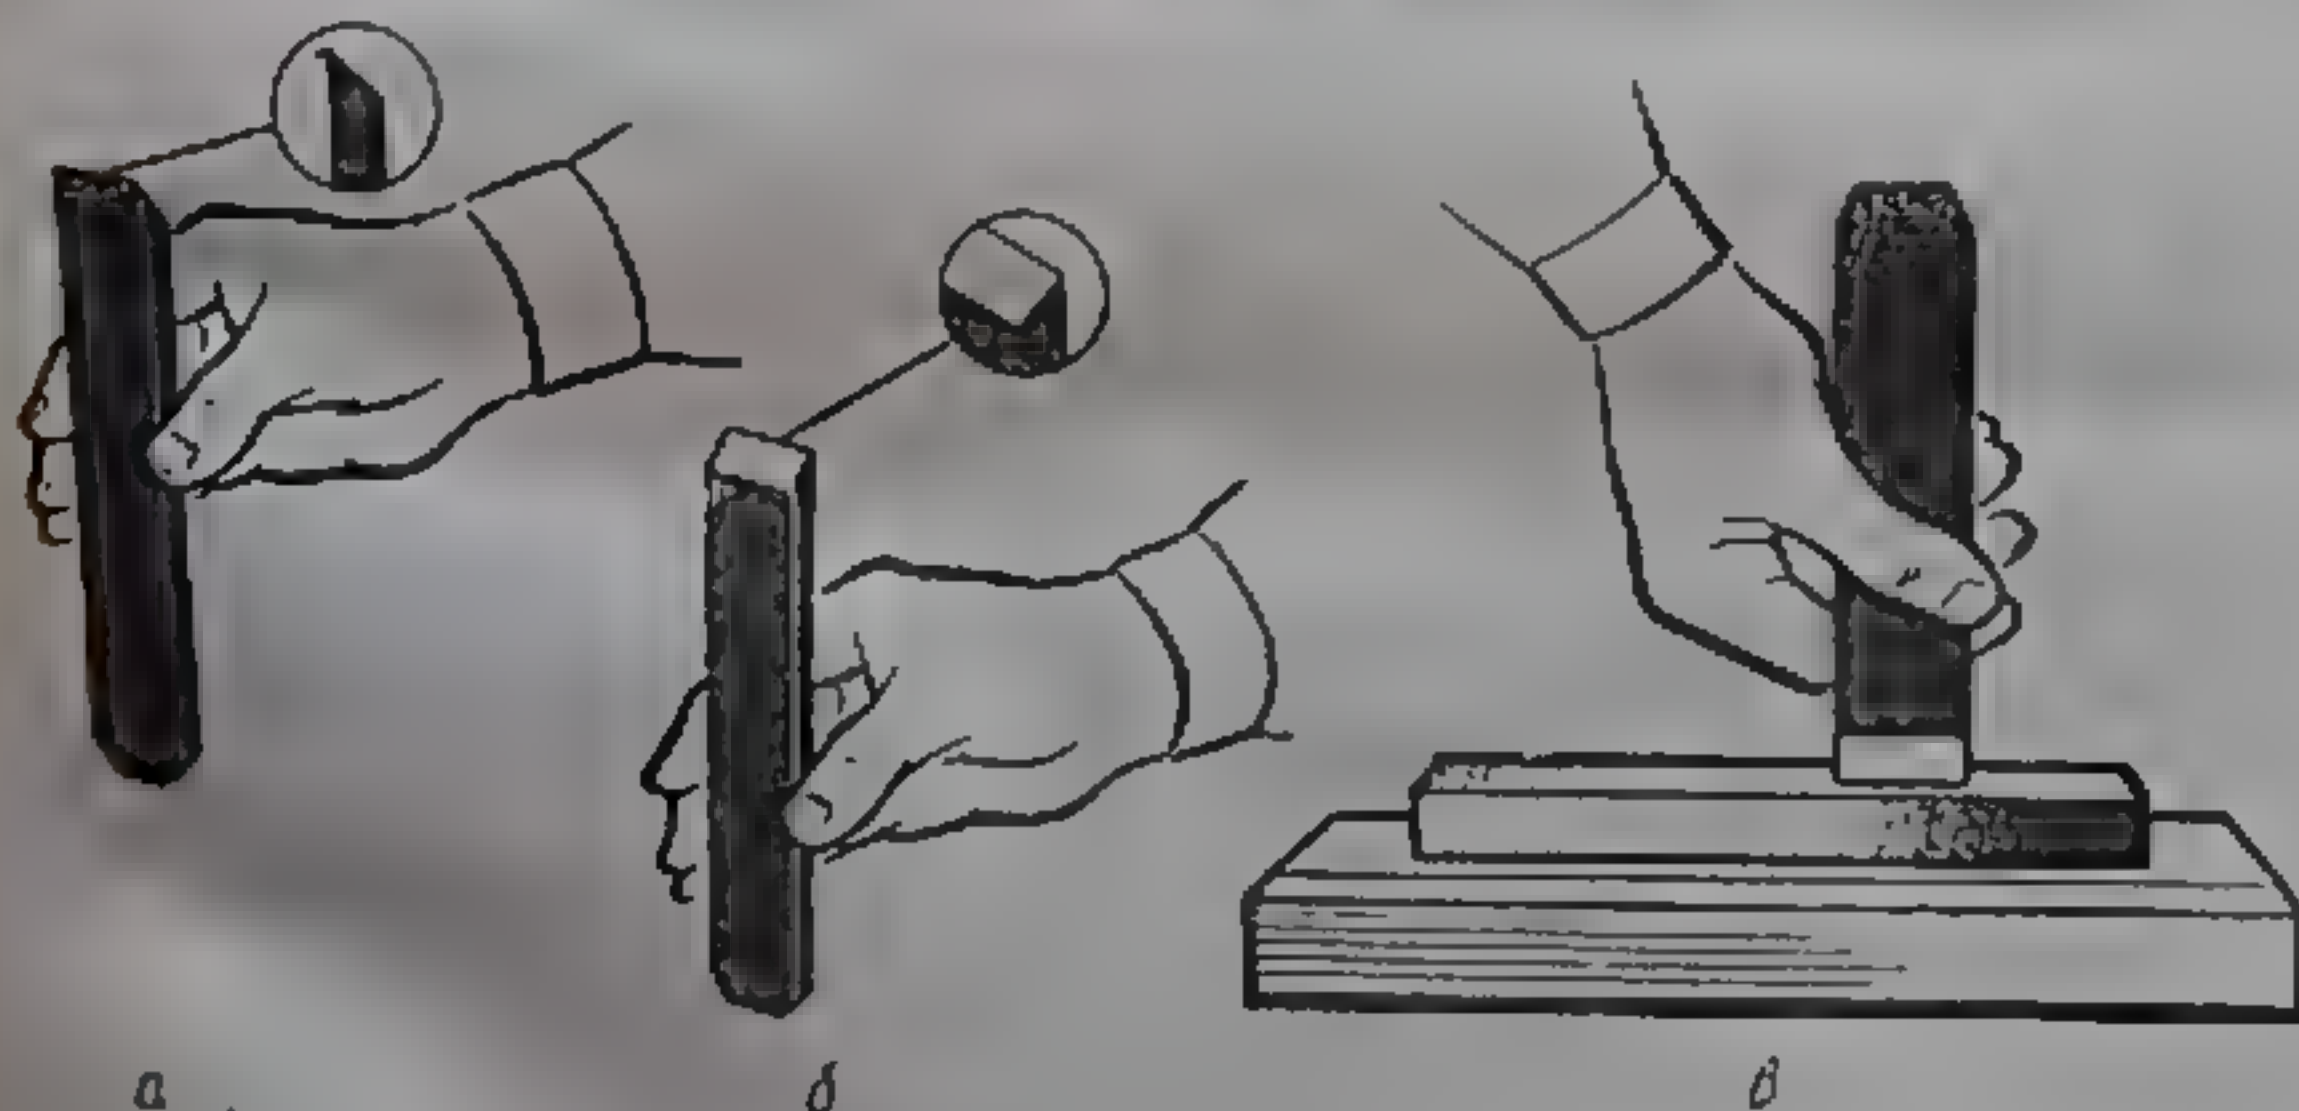

Рис. 23. Проверка качества затачивания лезвия:
4. Во время работы надо постоянно контролировать качество затачивания лезвия на глаз (рис. 23).